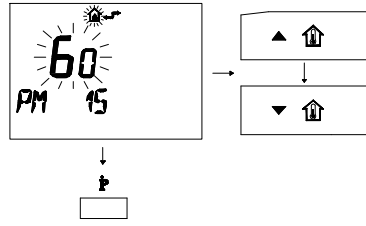

fig. 5.30
- 4 Modificare il SET programmato agendo sui pulsanti ▲ UP o ▼ DOWN fino a visualizzare un set di 60, aspettare che il numero programmato cominci a lampeggiare (fig. 5.30)